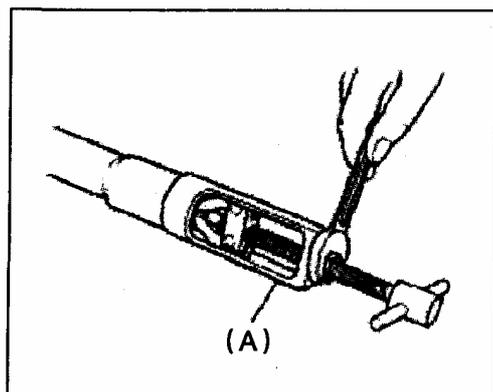

Рис. 464
- 3) Как показано на рисунке, при помощи специального инструмента, снимите втулку рейки (Рис. 464).